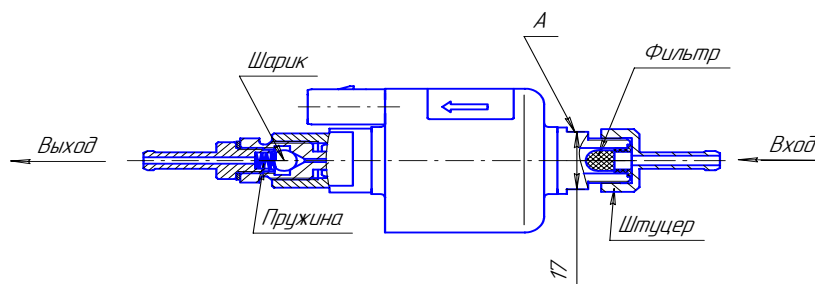

Рис.18 – Топливный насос
1) демонтировать топливный насос с автомобиля. Зафиксировав ключом (ключ на 17 мм) от поворота за поверхность А, отвернуть штуцер и снять фильтр (см. рис.18, запрещается фиксация топливного насоса за другие поверхности при отворачивании и наворачивании штуцера);